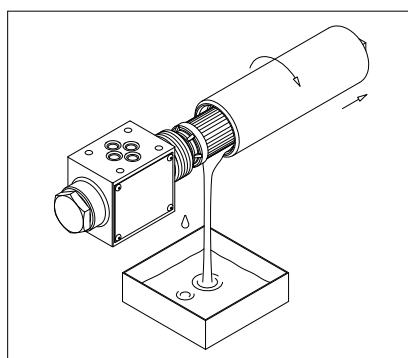

fig. 10
- (Fig. 10) Predisporre un recipiente per la raccolta del fluido di lavoro sotto al filtro, svitare il contenitore ed estrarlo quanto basta per drenare fluido, prestando attenzione al gocciolamento dalla testata e dall'elemento filtrante